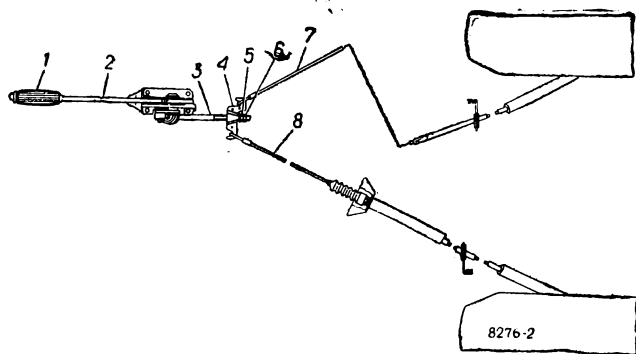

Рис. 52. Стояночный тормоз:
Рычаг 2 (рис. 52) привода стояночного тормоза расположен справа от водителя, между передними сиденьями.
— отверните контргайку 6 (см. рис. 52) и гайку 5, снимите с уравнивателя 4 тросы 7 и 8;
4. С помощью гайки 5 (см. рис. 52), перемещая уравниватель, натяните тросы. При этом задние колеса должны вращаться свободно, без задевания накладок за тормозные барабаны.